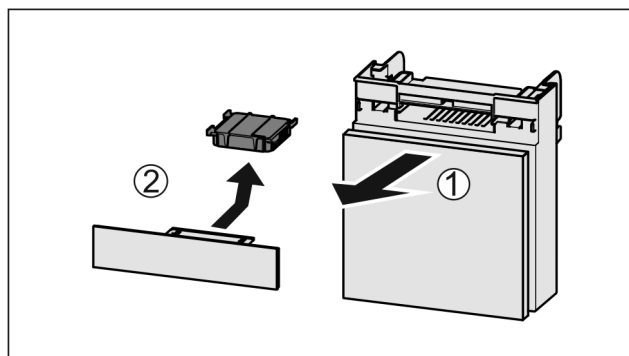

Fig. 42
- Fach nach vorne herausziehen Fig. 42 (1).
- Aktivkohlefilter entnehmen Fig. 42 (2).